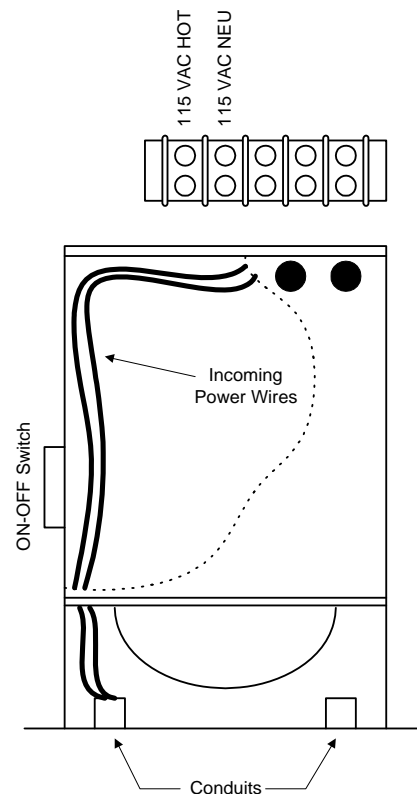

Figura 24
- Encamine la entrada de alto voltaje a través del conducto y en el operador como se muestra en figura 24.